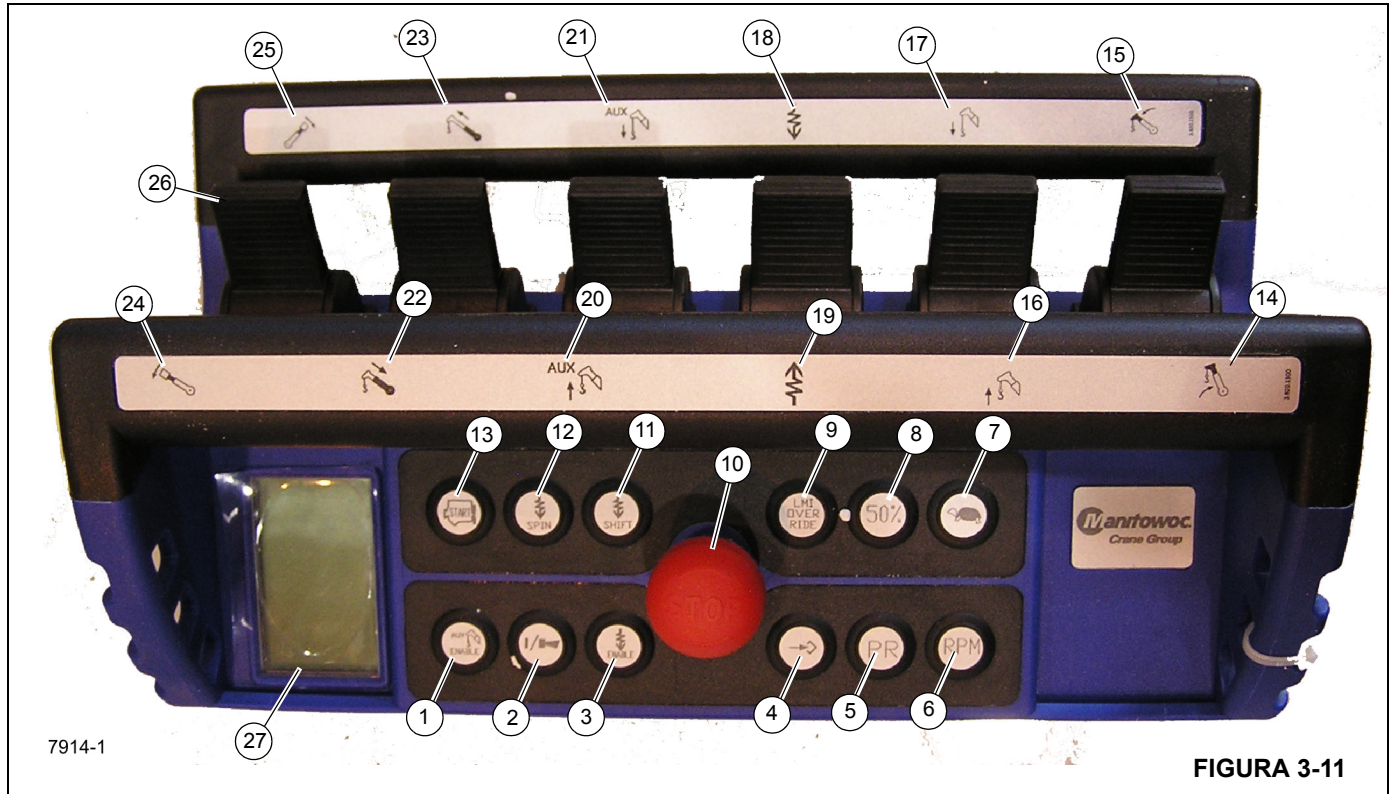
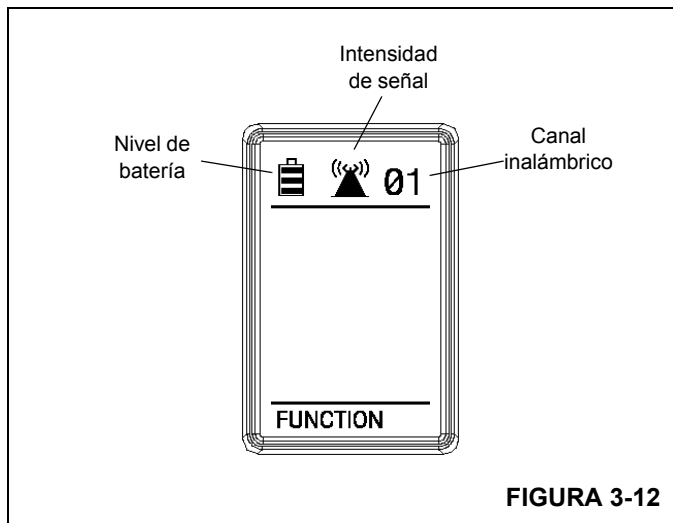

FIGURA 3-11
FIGURA 3-12
El control remoto de la grúa opcional (Figura 3-11) permitirá el control remoto completo de la grúa. Consulte el Manual del operador del control remoto de la grúa para las instrucciones de operación de este control remoto opcional.
La pantalla LCD (27, Figura 3-11) se usa para comunicar la intensidad de la señal, el nivel de carga de la batería, el canal inalámbrico y el estado del control remoto (Figura 3-12).
Para usar este control remoto, el botón rojo de PARADA (10, Figura 3-11) debe girarse y soltarse para encender el transmisor. Para controlar la grúa, se debe presionar el botón de encendido/bocina (2) para activar el control remoto. La bocina de la grúa sonará como confirmación de que el control remoto ahora está activo. La grúa ahora se puede arrancar presionando sin soltar el botón de arranque del motor (13). El control remoto ahora se puede usar para controlar la grúa. Para activar una función, mueva la palanca (26) que corresponde al movimiento deseado.